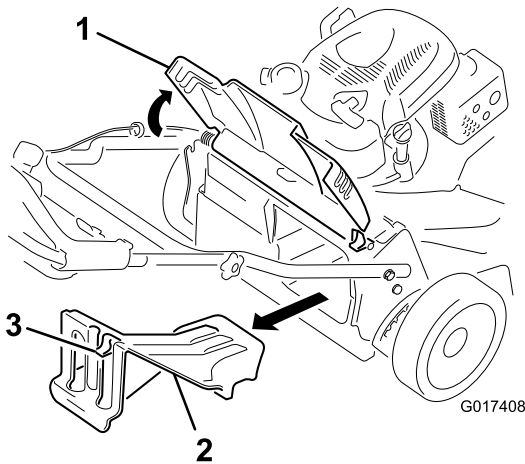

Figura 26
1. Erga e segure a porta traseira (Figura 26).
2. Retire o bujão de descarga traseira empurrando o trinco para baixo com o polegar e retirando o bujão da máquina (Figura 26).